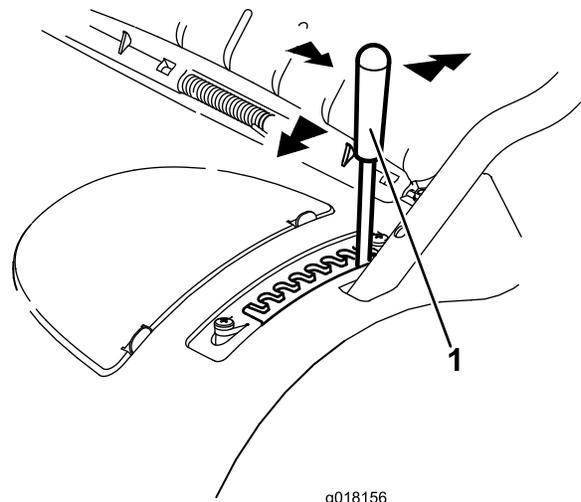

Figura 11
1. Afferrate la leva e tirate lateralmente per disinserirla dalla tacca di bloccaggio (Figura 11).
2. Spingete in avanti la leva per abbassare l'altezza di taglio o tiratela indietro per alzarla (Figura 11).
- Rilasciate la leva nel punto richiesto e assicuratevi che si blocchi saldamente in 1 delle 8 tacche di regolazione (Figura 11).